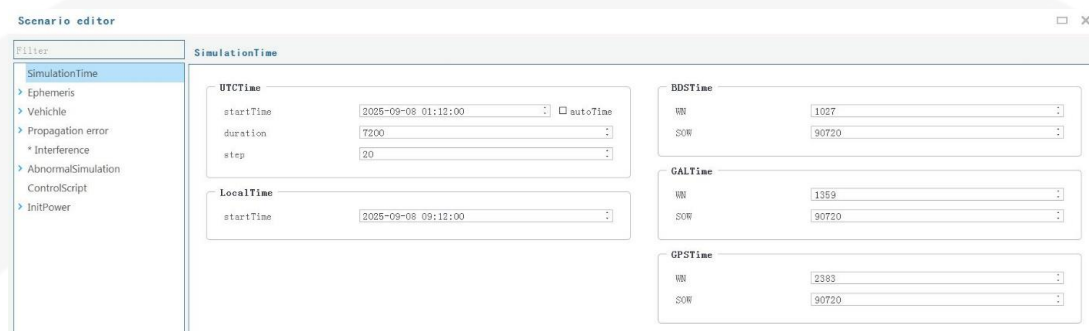

Рисунок 3-11 – Окно редактирования сценария
4. Редактировать сценарий: открытие интерфейса редактирования сценария для изменения параметров имитации (Рисунок 3-11). Описание функций и использования пункта «Редактировать сценарий» приведено в Главе 4.